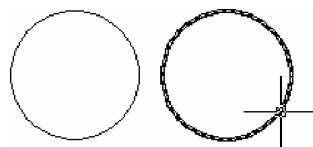

Fig. 5.16 Preselecția obiectelor
- În versiunea *AutoCAD 2006*, a apărut posibilitatea unei preselecții a obiectelor. Astfel, evidențierea obiectului are loc la simpla deplasare a mouse-ului deasupra acestuia – Fig. 5.16 –, dacă opțiunea respectivă a fost activată în secțiunea **Selection Preview** a ferestrei **Selection** a comenzii **Options**.